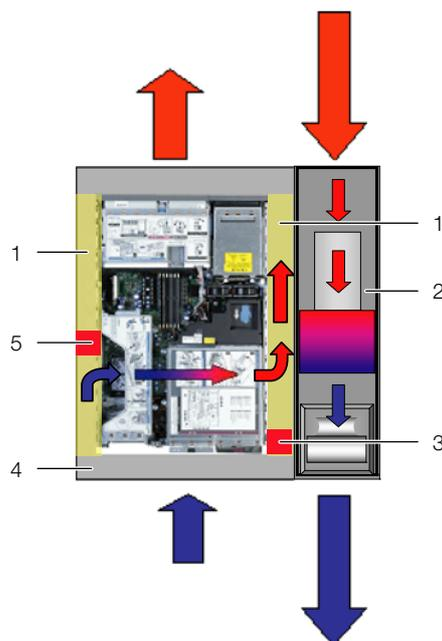

Рис. 12: Расположение поролоновых прокладок у устройств с боковой вентиляцией (вид сверху)
- Если в серверном шкафу установлено несколько устройств с боковой вентиляцией, создайте соответствующее количество выемок в поролоновой полоске, чтобы на уровне каждого устройства с левой и правой стороны серверной стойки имелись выемки в поролоновой полоске. Обратите внимание на то, чтобы со стороны теплого воздуха не было никаких выемок (рис. 12, поз. 3).
- Закрепите эти отрезки со смещением назад относительно стороны холодного воздуха устройств (рис. 12, поз. 5). Необходимо установить полоски таким образом, чтобы все вентиляторы устройств могли всасывать холодный воздух и ни один вентилятор не блокировался.
Поролоновые полосы могут быть установлены между передней и задней опорой серверной стойки по всей глубине устройств с боковой вентиляцией (рис. 12, поз. 1).